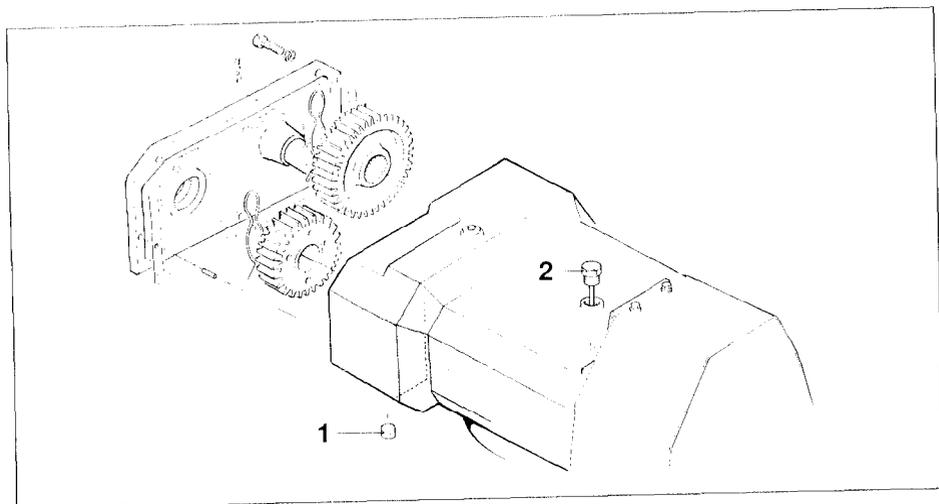

Fig. 10.5
Es besteht auch die Möglichkeit, den Ölspiegel durch Ablassen des Getriebeöles an der Ölablaßschraube (Fig. 10.5/1) zu senken. Wenn dabei keine Schmutzpartikel in das Öl gelangen, kann das aufgefangene Getriebeöl nach dem Zahnradwechsel dem Getriebe durch den Öffnungskanal des Ölpeilstabes (Fig. 10.5/2) wieder zugeführt werden.
- Ölstand am Ölpeilstab (Fig. 10.5/2) kontrollieren und ggf. Getriebeöl nachfüllen. Die Gesamtölmenge beträgt 4,8 l Getriebeöl 85 W 90.